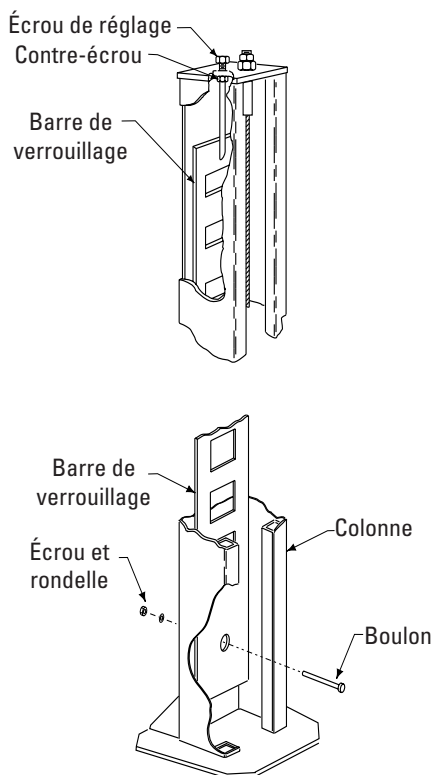

Fig. 10
- B. Installer les barres de verrouillage dans les colonnes avant en suivant les étapes 5 (A) à 5 (C). Fixer la partie inférieure de la barre de verrouillage à l'aide d'un boulon, d'une rondelle et d'un écrou, Fig. 10.